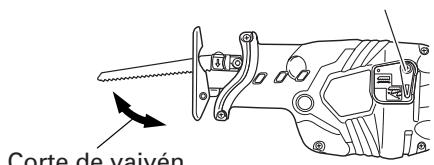

Fig. 17
Podrá realizar el corte de vaivén ajustando la palanca de cambio en sentido longitudinal. Normalmente el corte de vaivén se utiliza para cortar materiales blandos como madera, etc. El corte de vaivén puede realizarse eficientemente dado que la hoja de sierra muerde el material con firmeza (Fig. 17)
- (2) Podrá cortar con eficiencia si ajusta la velocidad de la hoja de sierra a "5" de la escala del cuadrante.
- (3) Para cortar con eficiencia, se recomienda ajustar la posición de la palanca de cambio a corte de vaivén (Fig. 17). Alternativamente, podrá realizar cortes bien definidos si ajusta la posición de la palanca de cambio a corte recto (Fig. 16).